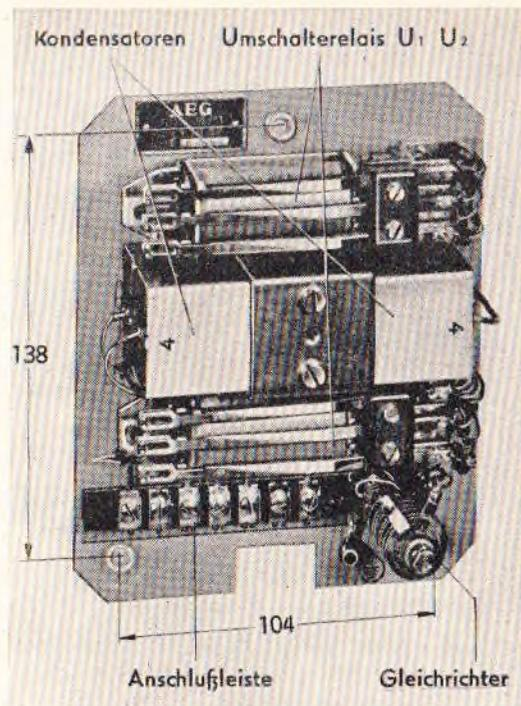

Bild 149. Gemeinschaftsumschalter 1/2 GUm 53.
3. 1/2 GUm 53: Siehe Bild 149; Schaltung siehe Bild 154; einzusetzen bei 1/2 GÜe 48 W, 1/2 GVW 50 und 1/2 GÜe 53 VW/AS.